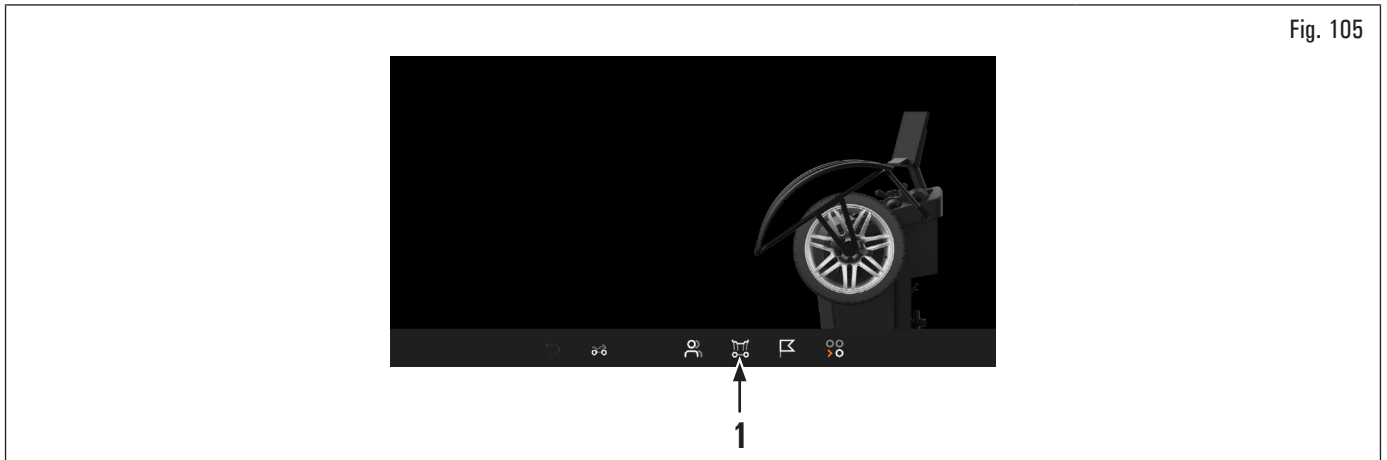

Fig. 105
2. premere l'icona  (Fig. 105 rif. 1) per accedere alla videata riportata di seguito;